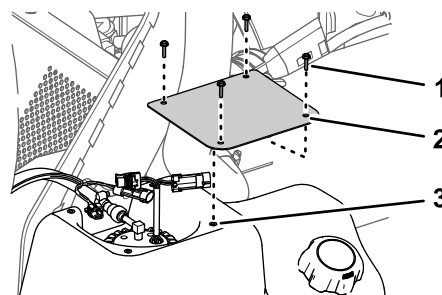

図 89
1. カバーをタンク 図 89 に組み付けるステップ 2 **燃料ポンプのカバーを外す (ページ 59)** で外したねじ #10 x ¾" 4本を使用する。